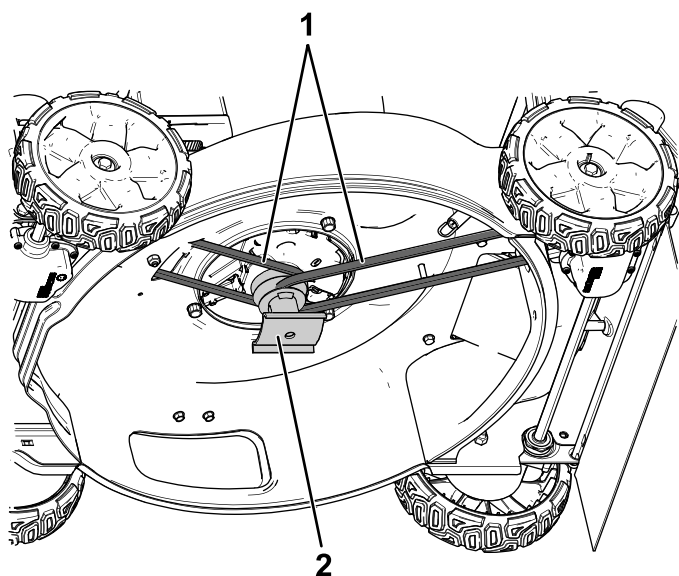

Figur 3
7. Fjern og ta vare på det nedre, bakre remdekslet og de tilhørende boltene (Figur 3).